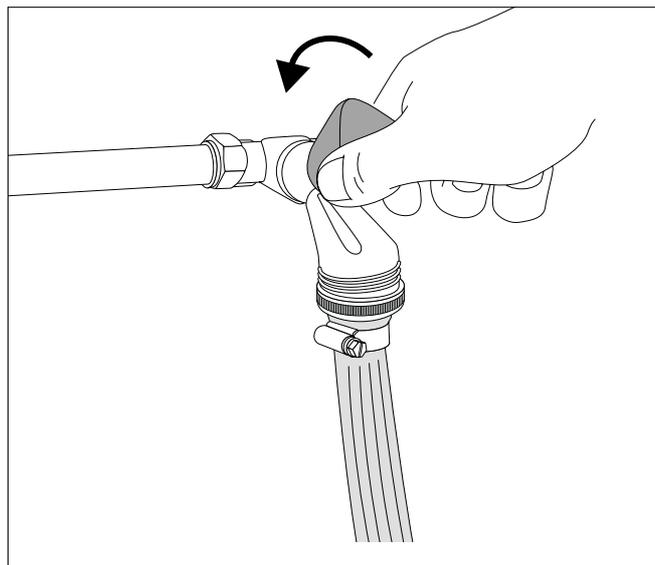

Fig. 51 Aprire il rubinetto dell'acqua e riempire l'impianto di riscaldamento
- Aprire con attenzione il rubinetto dell'acqua e riempire lentamente l'impianto di riscaldamento (fig. 51).